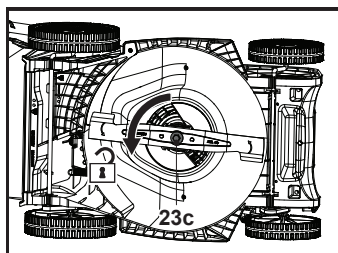

Fig. 18
1. Mantenha a parte inferior e a lâmina de corte (23) limpas e sem detritos. Remova as aparas de relva da conduta de descarga traseira (22).
3. Mantenha a lâmina de corte (23) afiada para garantir um bom desempenho de corte. Substitua a lâmina de corte gasta ou danificada por uma nova do mesmo tipo, ou solicite o afiamento a um especialista qualificado.
4. Desaperte o parafuso de fixação (23c) para a esquerda com uma chave de impacto elétrica adequada (tamanho da chave de 13 mm) (Fig. 18) e retire-o juntamente com a anilha côncava (23b) e a lâmina de corte (23).